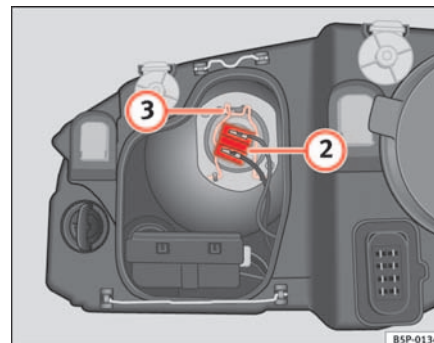

Abb. 182 Abblendlicht
- Ziehen Sie den Stecker ⇒ Seite 261, Abb. 182 ② von der Lampe ab.
- Die Haltefeder ⇒ Seite 261, Abb. 182 ③ durch Eindrücken und Rechtsdrehung abnehmen.